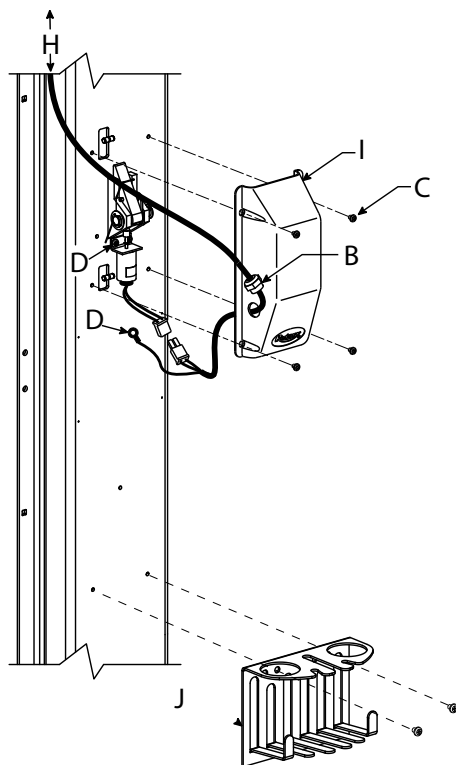
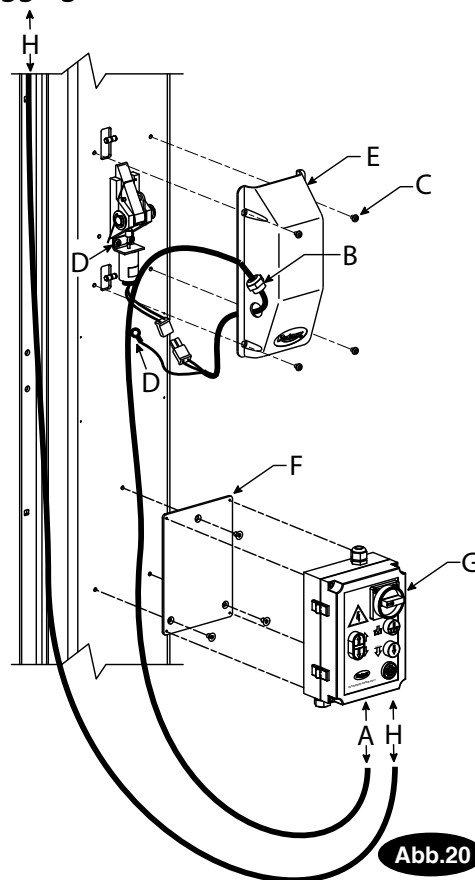

Abb.19
Abb.20
A) Entfernen Sie die Abdeckung der Seilscheibe, Abb. 19.
Montieren Sie die Verriegelungsabdeckungen, den Werkzeughalter und den Schaltkasten, Abb. 19 und 20.
Abb. 19 und Abb. 20 Detail